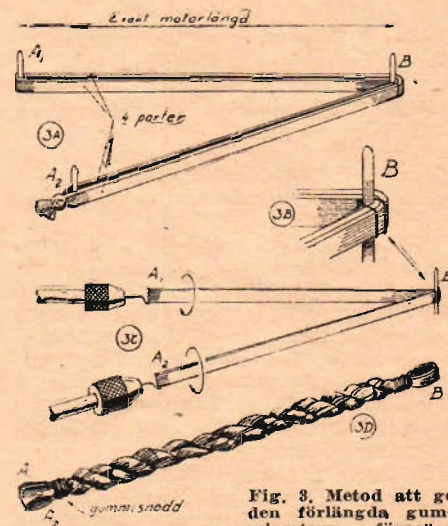

Fig. 3. Metod att ge den förlängda gummimotorn förspänning.
ska vara ungefär lika med planets spännvidd. Vi väljer ett gummiband, som ger en motor med antalet parter jämnt delbart med fyra (alltså 4, 8, 12, ... parter). Varför just fyra framgår av fig. 3 A.
Det vanligaste sättet att lösa problemet är emellertid att ge motorn en "förspänning" enligt fig. 3.
Dela upp motorn i två "ben", med lika många parter i varje (fig. 3 A, för tydlighetens skull ritad med endast fyra parter). Håll eller bind fast mittpunkten B (fig. 3 B) och dra upp varje ben för sig (fig. 3 C) i samma riktning som ni drar upp den färdiga motorn. Antalet varv/ben ska vara 5–7 % av den färdiga motorns beräknade maximivarvtal (ca 75 varv/ben för en Wakefieldmotor). Det är bättre med för många än för få varv. Var noga med att få exakt
lika många varv på varje ben, ty annars vill motorn gärna bilda stora knutar, som t. o. m. kan spränga flygkroppen. Sedan benen dragits upp, läggs de båda ytterändarna (A1, A2) ihop och ombinds med en gummisnodd. Håll fast B och låt motorn vrida ihop sig. Drag ut den och slå en gummisnodd även runt andra änden (B). Motorn ser nu ut som fig. 3 D och är klar att sättas in i planet för en första provflygning.